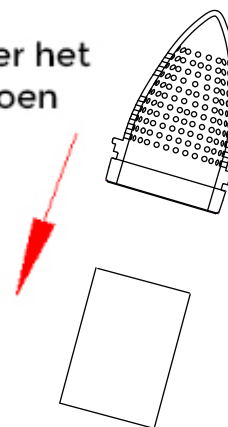

Fig.4
2. Trek het filterkatoen naar beneden om het te verwijderen (Fig. 4).